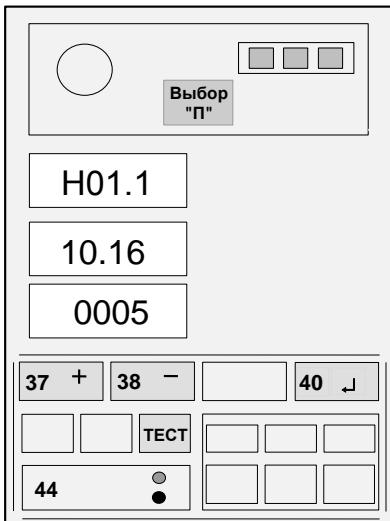

Рисунок 11
4.4.5.3 Нажать кнопку "↓" (40, см. рисунок 11).